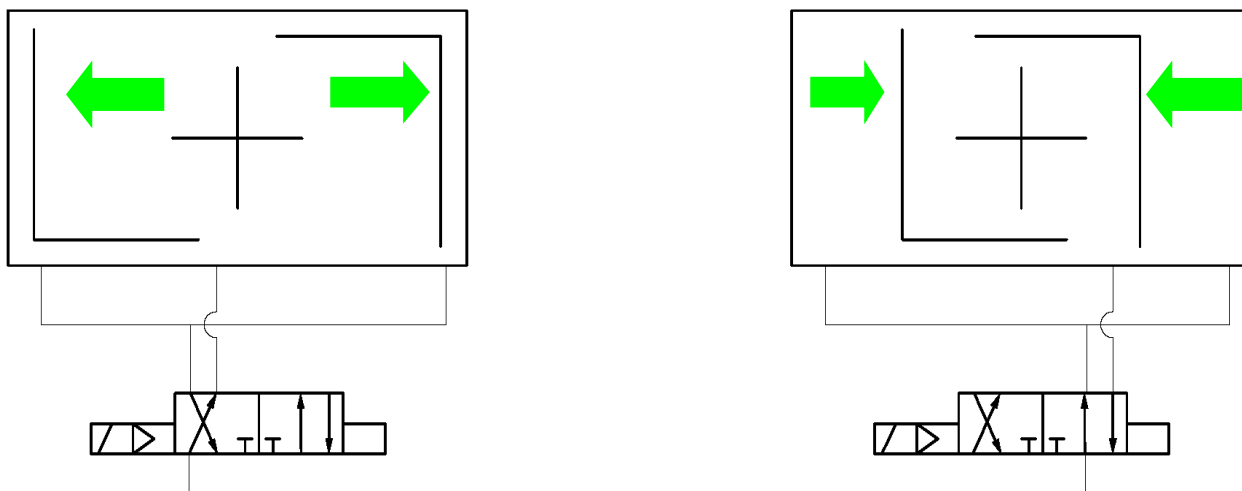

Imagen 1: Esquemas de conexiones para actuadores de doble efecto Ebx.1 SYD
- ▶ actuadores de doble efecto EBx.1 SYD están representados en la imagen 1